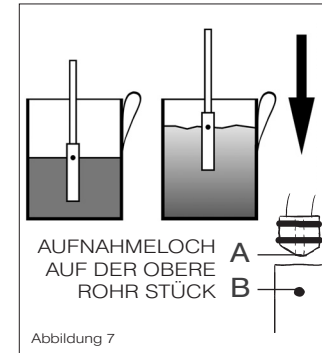

Abbildung 7
5. Halten Sie die Dampfdüse **5** so in die zu erwärmende Milch, dass die Austrittsöffnung genau zur Hälfte bedeckt wird. Die Öffnung darf nie vollständig bedeckt sein. Beachten Sie bei allen Schritten, dass die Öffnung nur halb bedeckt sein darf. (siehe Abbildung 7)
9. Um Verstopfungen des Milchsäumers zu vermeiden können die Absorptionsöffnungen (A und B) mit Büroklammern gereinigt werden. (siehe Abbildung 7)